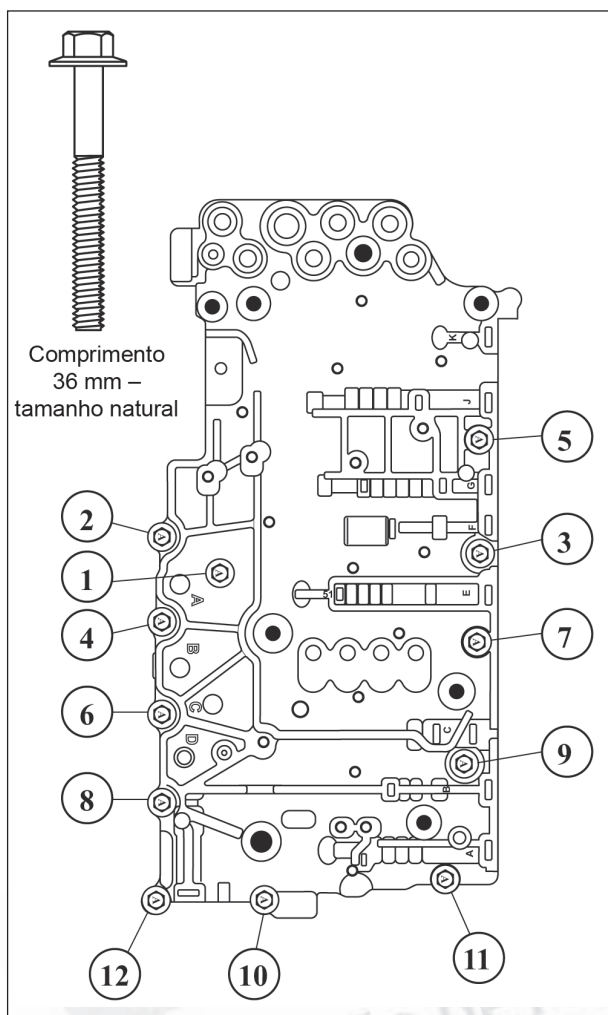

Figura 144
22. Gire o conjunto completo do corpo de válvulas e instale os doze parafusos de fixação do corpo, com comprimento de 36 mm, nas localizações mostradas na figura 144.
23. Aperte os doze parafusos do corpo de válvulas superior com um torque de 8 Nm, utilizando a sequência mostrada na figura 144.